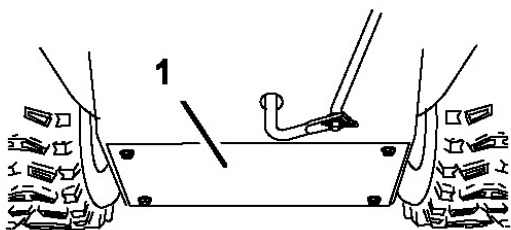

Рисунок 50.
3. Снимите заднюю крышку (Рис. 50).